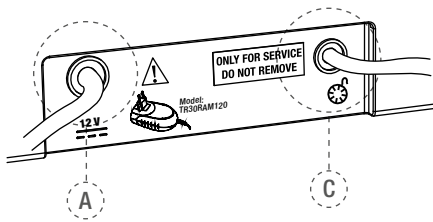

Fig. 2 Retro dell'unità centrale
- Collegare la spina del caricabatterie al jack (A - vedere Fig. 2) situato sul retro del dispositivo (per ulteriori dettagli vedere capitolo 7.3.3).
- Collegare il cavo del comando a pedale al jack situato sul retro del dispositivo (C - vedere Fig. 2).
Arancione lampeggiante: Il caricabatterie è correttamente collegato alla presa A (vedere Fig. 2) sul retro del dispositivo; la batteria viene ricaricata. Se il dispositivo si spegne e si collega il caricabatterie, l'unità si riaccenderà e comparirà la seguente dicitura sul display: